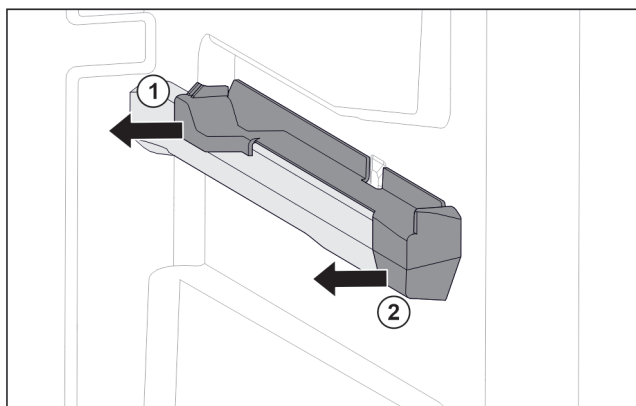

Fig. 108 Násuvný diel na pravom rebre nádoby
- ▶ Stiahnite násuvný diel vzadu do strany. Fig. 108 (1)
- ▶ Stiahnite násuvný diel vpredu do strany. Fig. 108 (2)